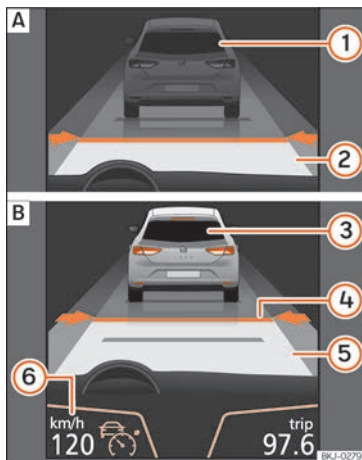
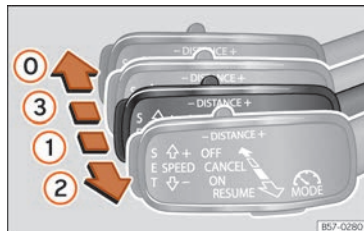
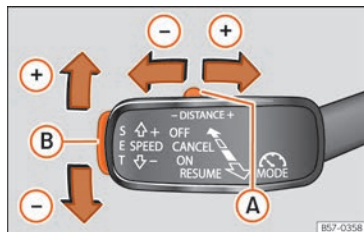

Fig. 233 Sul display del quadro strumenti: [A] ACC inattivo (Standby). [B] ACC attivo.
Fig. 235 A sinistra del piantone dello sterzo: terza leva per azionare l'ACC.
Fig. 236 A sinistra del piantone dello sterzo: terza leva per azionare l'ACC.
Indicazione sul display »» **fig. 233:**
Quando il sistema di regolazione automatica della velocità (ACC) è attivo, sul quadro strumenti si accende la spia di controllo verde (🟢) e sul display vengono indicati la velocità programmata e lo stato dell'ACC. »» fig. 233. »
- Per attivare l'ACC, spostare la terza leva in posizione **ON** » fig. 235 ①. A questo punto l'ACC non è attivo e non c'è la velocità programmata.
- Quindi, premere il tasto **SET** » fig. 236 ② o spostare la leva nella posizione **RESUME**
» fig. 235 ②. In questo momento l'ACC è attivo, e la velocità e la distanza attuali sono programmate. L'immagine del quadro passerà in modalità Attiva » fig. 233 ③.
- Per impostare la velocità, spostare la terza leva verso l'alto  o verso il basso  alla velocità desiderata » fig. 233 ④. La velocità viene regolata secondo intervalli di 10 km/h (6 mph).
- Se si desidera aumentare la velocità a intervalli di 1 km / h (0,6 mph), spostare la leva nella posizione **RESUME** » fig. 235 ② o per ridurre premere il tasto **SET** » fig. 236 ②.
- Per aumentare o diminuire il livello della distanza, spostare il tasto  a destra o a sinistra » fig. 236.
Sul display del quadro strumenti viene modificato il livello di distanza selezionato » fig. 233 ④. È possibile scegliere tra 5 livelli di distanza. SEAT raccomanda il livello 3. La
- Per disattivare l'ACC, spostare la leva in posizione **OFF** (fissa) » fig. 235 ⑤. In questo momento compare il testo **ACC disattivato** e la funzione è completamente disattivata.